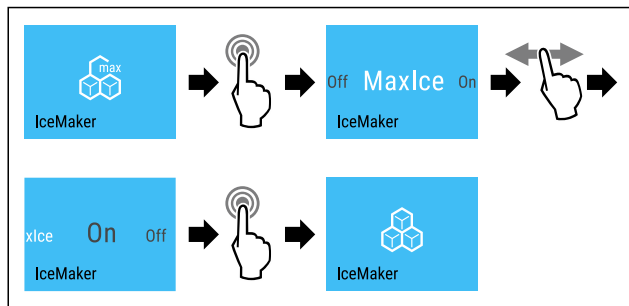

Fig. 22
- ▶ Izvedite zahtevane korake (glejte Fig. 22).